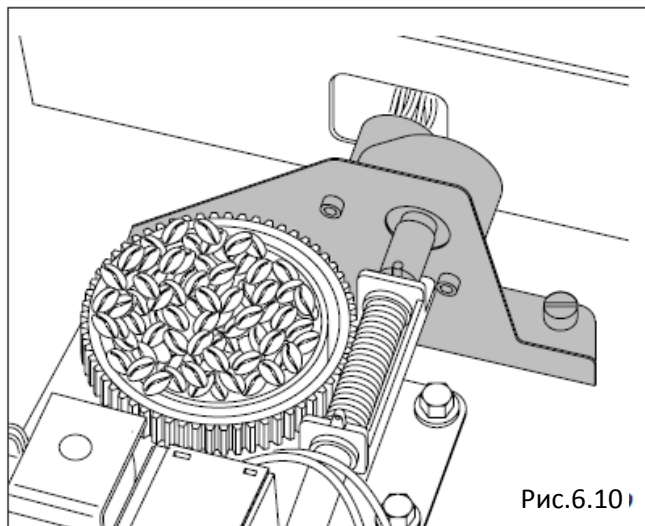

Рис.6.10
- **Автоматическая регулировка помола (Рис.6.10)**